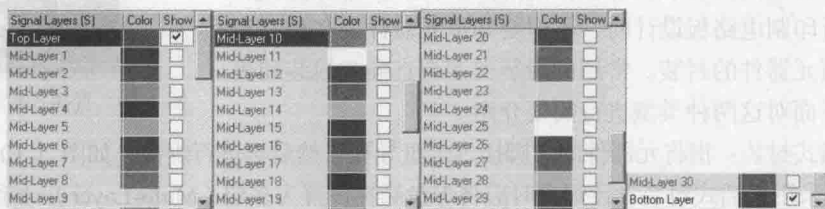

图 1-5 信号层
(1) 信号层：主要用来放置元器件或布线。Protel DXP 通常包含 30 个中间层，即 Mid Layer1 ~ Mid Layer30，中间层用来布置信号线，顶层和底层用来放置元器件或敷铜，如图 1-5 所示。